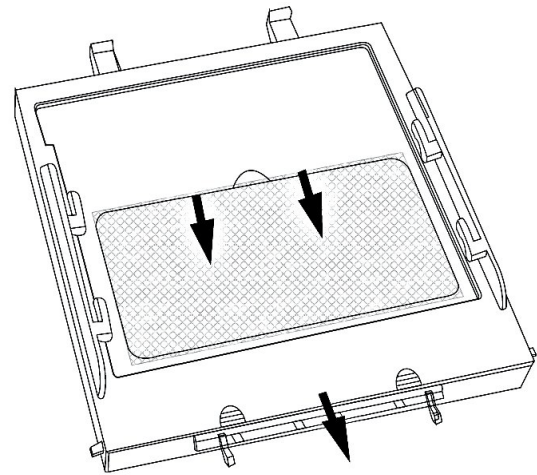

Abb. 9: Austausch der äußeren Vorsatzscheibe
2. Die neue Filterpatrone in den Rahmen einsetzen (Abb. 9). Stellen Sie sicher, dass die Filterpatrone richtig im Rahmen eingesetzt ist, und setzen Sie die Filterkassette wieder in die Helmschale ein.